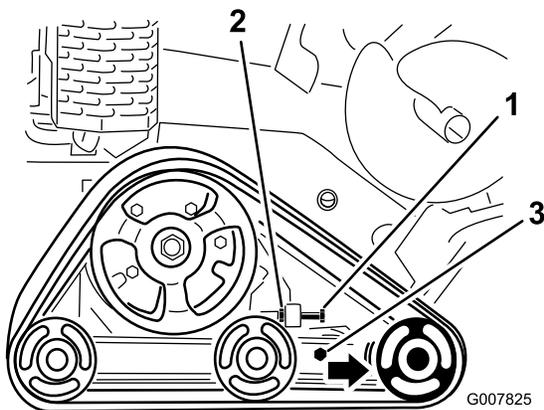

Figura 46
3. Solte a porca no parafuso de regulagem da tensão da esteira e os parafusos de aperto no braço de tensão (Figura 46).
4. Aplique torque de 32,5 a 40 N·m (24 a 30 pés-lb) no parafuso de regulagem para apertar a esteira (Figura 46).
4. Solte o parafuso de regulagem da tensão e a porca de aperto (Figura 46).
5. Solte os parafusos de aperto (Figura 46).